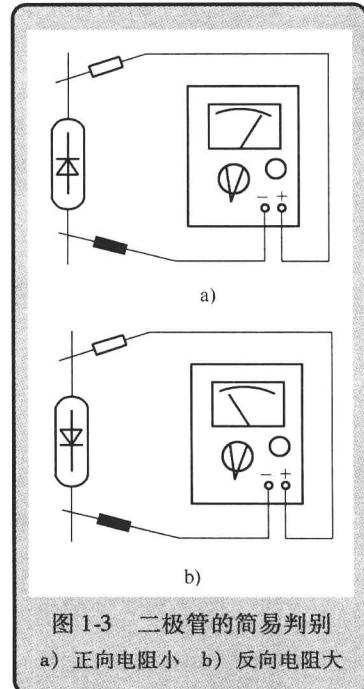

图 1-3 二极管的简易判别
(1) 好坏判别 把指针式万用表电阻档的量程拨到  $R \times 100$  或  $R \times 1k$  档，将两表棒分别正接或反接在被测二极管的两端，即可测得大小两个电阻值，如图 1-3 所示。其中大的是反向电阻，小的是正向电阻。